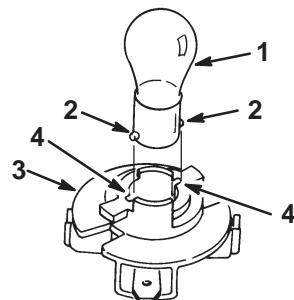

Figure 56
5. Poussez sur l'ampoule pour la tourner à fond vers la gauche (env. 1/4 tour) et retirez-la de l'embase (Fig. 56).
1. L'embase de l'ampoule est munie d'ergots métalliques de part et d'autre. Alignez ces ergots face aux fentes de l'embase et insérez le culot dans la douille de l'embase (Fig. 56). Poussez sur l'ampoule et tournez-la à fond vers la droite.